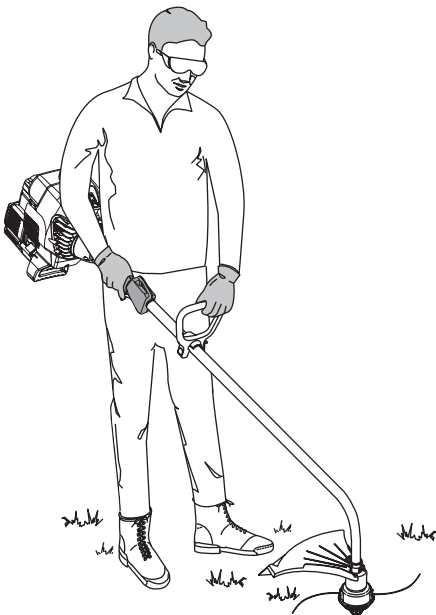

Fig. 2
4. Tenez l'appareil en position d'utilisation (Fig. 2), puis positionnez la poignée en D de manière à assurer une prise idéale.